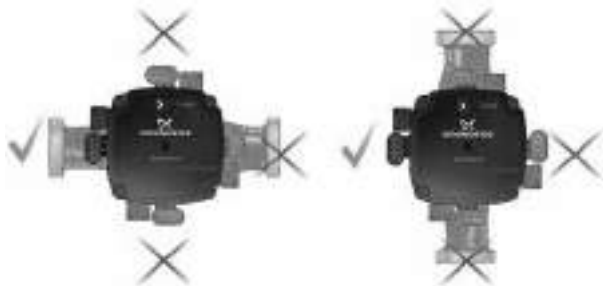

Рис. 3 Положение блока управления, ALPHA SOLAR
2. Установите насос так, чтобы вал электродвигателя находился горизонтально. Головная часть насоса с блоком управления должна быть установлена электрическим разъёмом на девять часов (см. рис. 3).